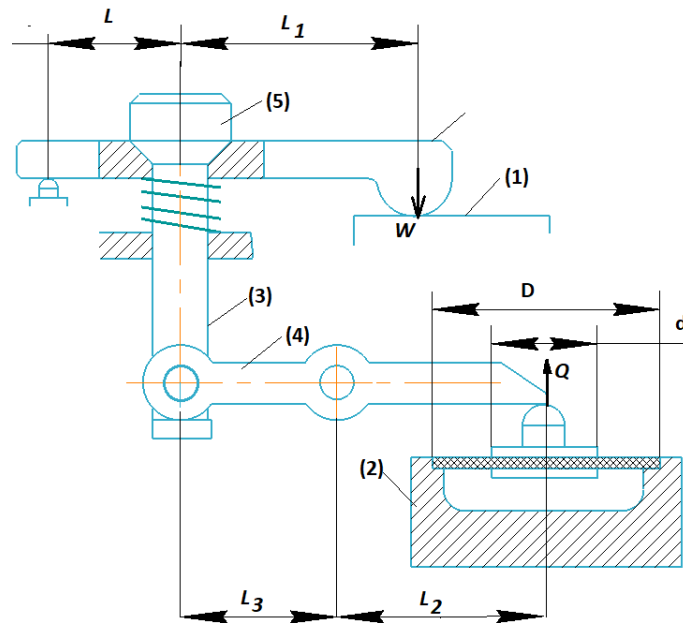

Рис. 3
На фрезерном станке фрезеруется деталь (1), которая закрепляется в зажимном приспособлении при помощи пневмопривода. Пневмопривод состоит из пневмокамеры (2) одностороннего действия с *плоской резиновой диафрагмой*, рычага (3), рычага (4) и тяги (5). Требуется определить, какая сила W будет приложена к детали, если диаметр диафрагмы пневмокамеры равен $D=125$ мм, диаметр опорной шайбы $d=88$ мм, КПД всего привода $\eta=0,9$; жесткость пружины $k=10000$ Н/м, ход тяги равен $x=0,3D$. Длины плеч рычагов: $L=50$ мм; $L_1=70$ мм; $L_2=70$ мм; $L_3=50$ мм. Давление воздуха в системе $0,4$ МПа. Остальные параметры приведены на рис. 3.